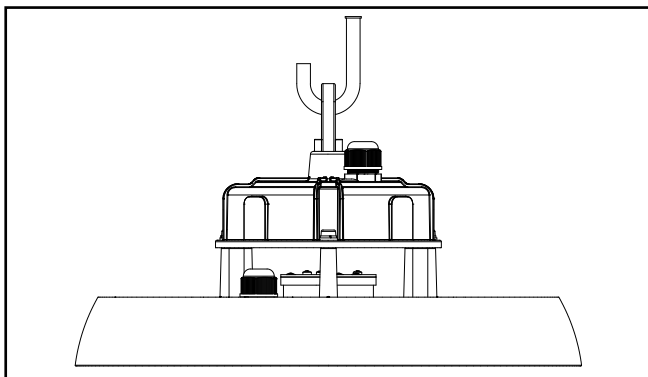

Figure 3.
3. Accrochez le luminaire à la structure (par d'autres). (Figure 3.)